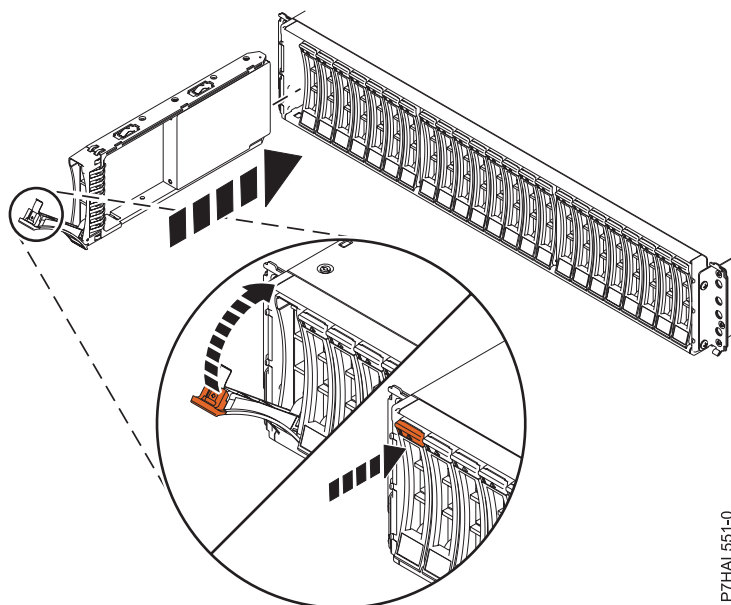

Figura 7. Instalación de la unidad de disco en Alojamiento de unidad de disco 5887
1. Con el asa en la posición de desbloqueo, consulte Figura 7 en la página 18, sostenga la unidad por la parte inferior mientras la alinea con los rieles de guía de la unidad de expansión.